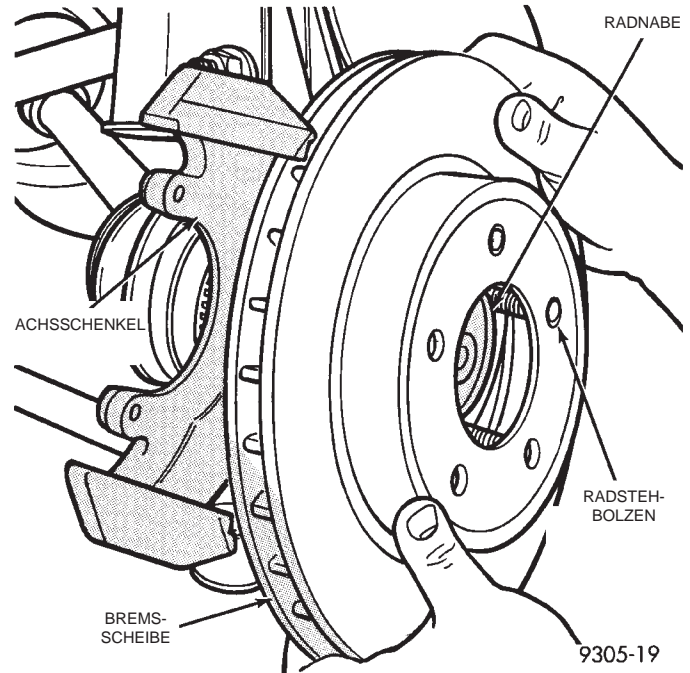

Abb. 33 Ein- und Ausbau der Bremsscheibe
(7) Falls erforderlich, die Bremsscheibe von der Radnabe lösen. Hierzu die Bremsscheibe gerade von den Radstehbolzen abziehen (Abb. 33).
(1) Den Bremssattelkolben vollständig in die Kolbenbohrung des Bremssattels hineindrücken, wenn neue Bremsbacken eingebaut wurden.
(2) Wurde sie abmontiert, die vordere Bremsscheibe wieder an der Radnabe montieren (Abb. 33).